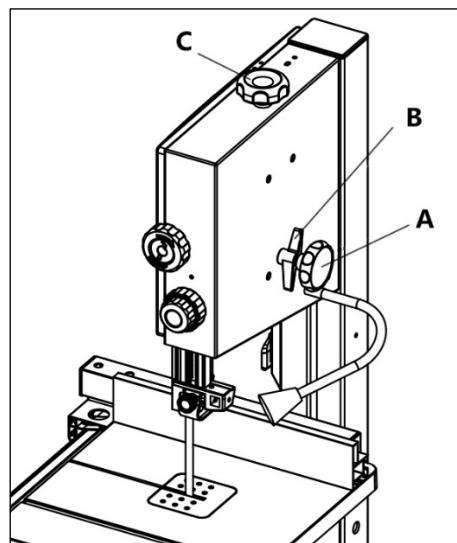

Рисунок 11.
- Ослабьте ручку блокировки В (рис. 11),, вручную поворачивайте верхний маховик, осторожно, не касаясь зубьев полотна.
- Полностью поднимите верхнюю направляющую пильного полотна. Принимая во внимание его ширину, поворачивайте ручку С (рис. 11), чтобы отрегулировать натяжение.
- Ослабляйте ручку натяжения С (рис. 11) пильного полотна до тех пор, пока натяжение не ослабнет.